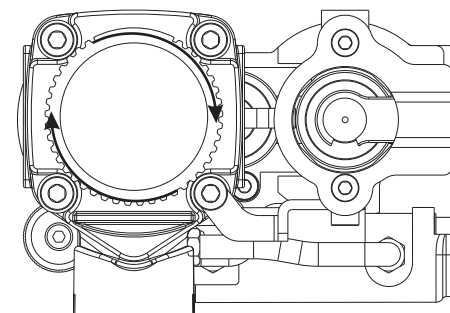

Figure 2
2. Insérez une chaîne de bouchons en plastique dans le support de bouchon. (Voir figure 2.)